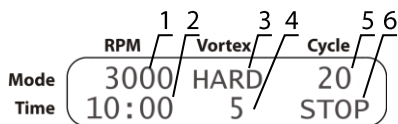

Рисунок 4. СМС-алгоритм
- 5.3.6.1 **СМС-алгоритм.** Установите скорость (рис. 4/1) и время (рис. 4/2) центрифугирования. Установите интенсивность (рис. 4/3) и время (рис. 4/4), вортексирования. Установите количество циклов СМС-алгоритма (рис. 4/5).
- 5.3.8. После завершения установленного числа циклов, прибор останавливается, дисплей показывает мигающую индикацию STOP (рис. 4/6), сопровождаемую звуковым сигналом. Нажмите кнопку **Run/Stop** чтобы остановить сигнал. Модель **MSC-6000** разблокирует крышку после остановки ротора. Откройте крышку и извлеките пробирки.